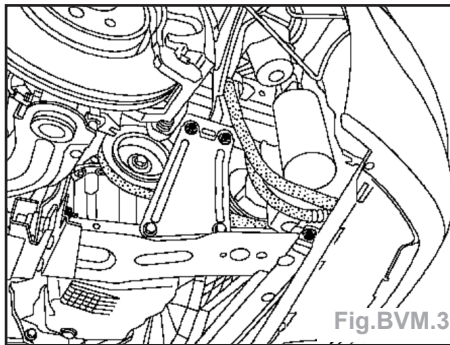

Fig.BVM.3
- Déposer les renforts latéraux puis la traverse de radiateur (Fig.BVM.3).